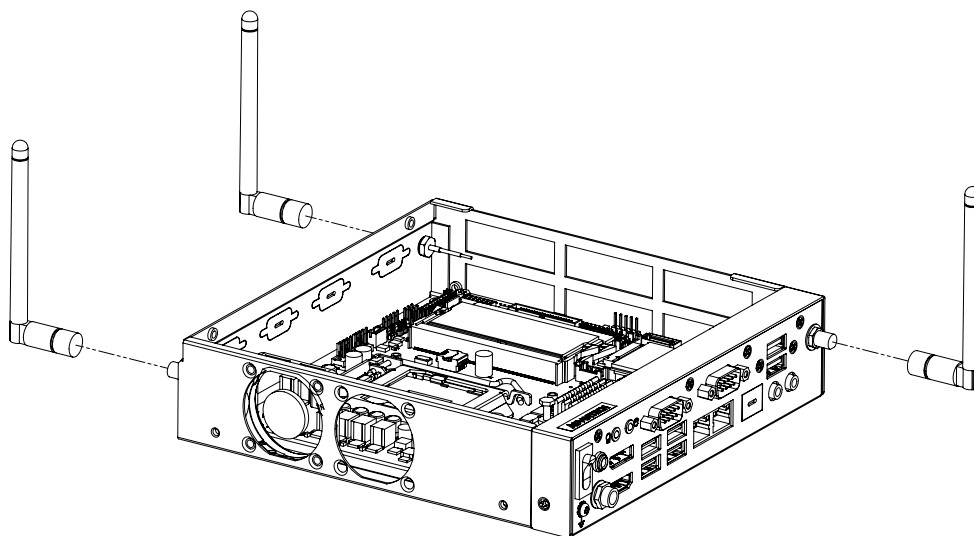

Figure 2.5 Installing other devices/ 安装其余设备 / 安裝其餘設備
- Figure 2.5 Installing other devices/安裝其余设备/ 安裝其餘設備 8